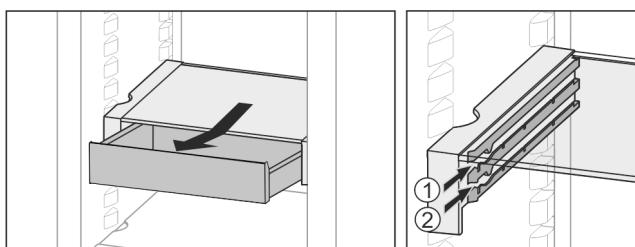

Fig. 21
- На любой высоте *Fig. 21 (1)* или *Fig. 21 (2)* вставить.